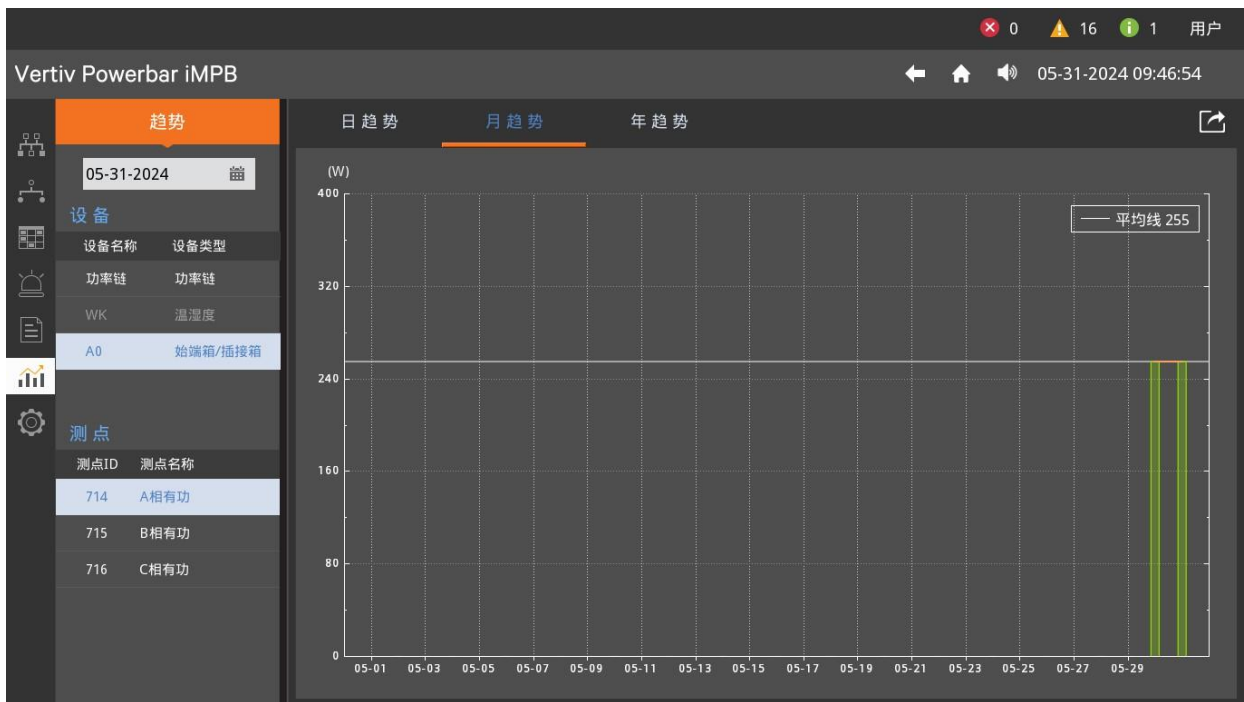

图3-17 月趋势页面
2. 月趋势页面：点击月趋势按钮，可从日趋势页面切换到月趋势页面。月趋势页面的操作方法与日趋势页面相同，完成设备、日期、测点的选择后，如图 3-17 为月趋势图。图中横轴代表日期，纵轴代表 A 相有功值，每个小柱子的值代表某个设备一天的平均 A 相有功值。平行于时间轴的白色曲线代表的是月趋势的平均值。年趋势与上述日趋势、月趋势相似，不再加以说明。